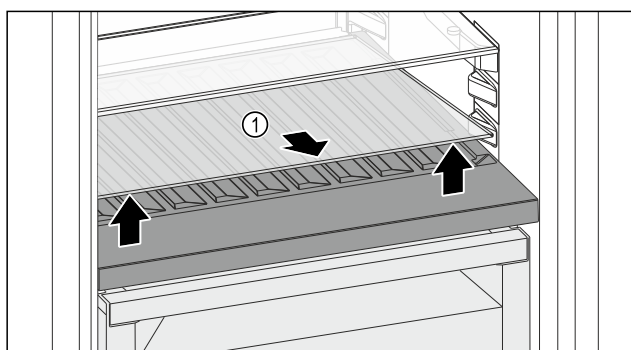

Fig. 133
- ▶ Glasplatte Fig. 133 (1) an der Aussparung vorne anheben und herausnehmen.
- ▶ Glasplatte Fig. 133 (1) außerhalb des Geräts sicher aufbewahren.